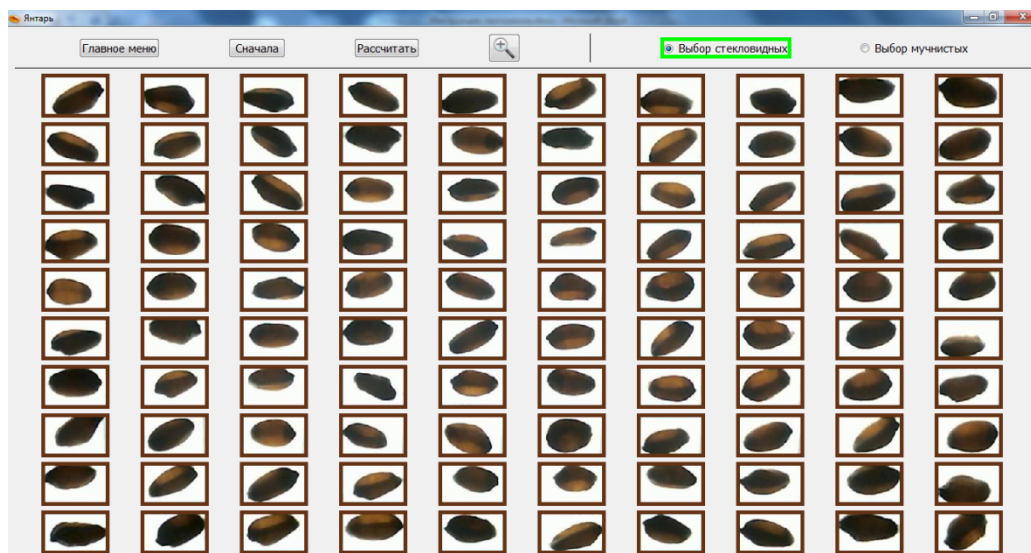

Рисунок 6.3. Ручной режим.
- Для продолжения работы нажать кнопку «Перейти к измерению». После перехода к измерению открывается окно с изображением 100 зёрен выделенных коричневой рамкой (Рисунок 6.3), которые были помещены в кассету. Все зёрна изначально считаются частично стекловидными.